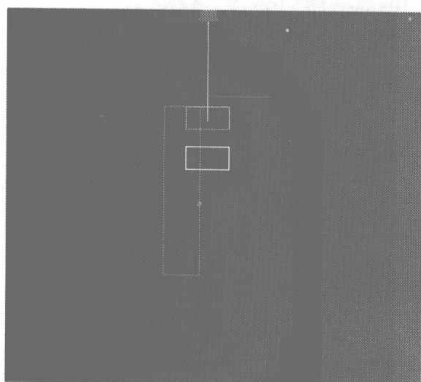
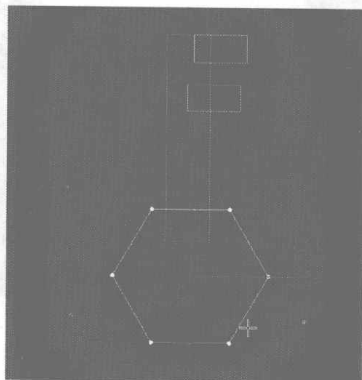
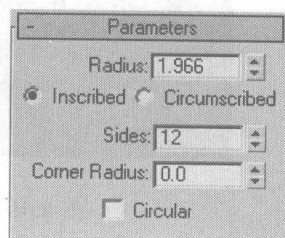

图 4.468
图 4.469
图 4.470
- 02** 用同样的方法绘制出如图 4.468 所示的矩形，单击 **NGon** 按钮，在视图中绘制出如图 4.469 所示的多边形，然后进入 Modify 控制面板中，在 Parameters 卷展栏中设置多边形的边数，如图 4.470 所示。